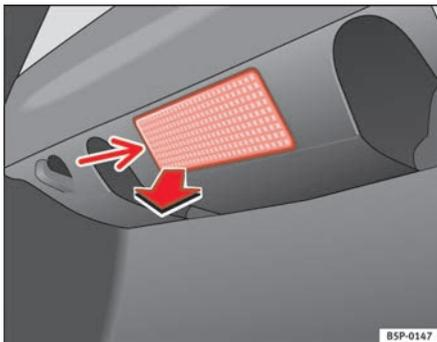

Fig. 197 Feu du coffre à bagages
- Retirez la tulipe en faisant pression sur le rebord de la partie intérieure de celle-ci -flèche- à l'aide d'un tournevis plat ⇒ fig. 197.